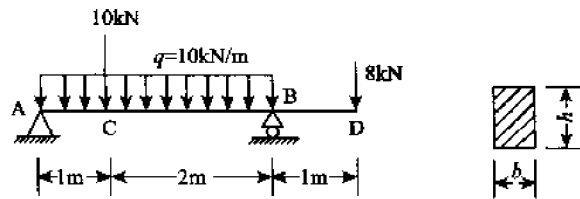

图 5-31
5. 矩形截面梁受荷如图 5-31 所示, 材料的许用应力 $[\sigma]=10\text{MPa}$, $[\tau]=5\text{MPa}$, 试选择该梁的截面尺寸。设 $h:b=2:1$ 。